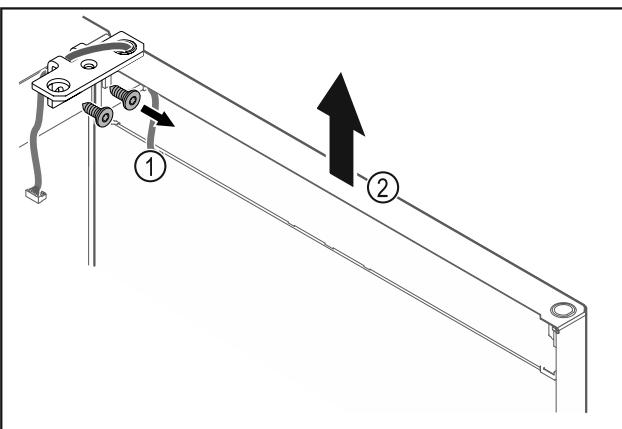

Fig. 21
- Deșurubați Fig. 21 (1) colțarul balamalei.
- Ridicați ușa inclusiv colțarul balamalei Fig. 21 (2) aproximativ 200 mm drept în sus și detașați-o.